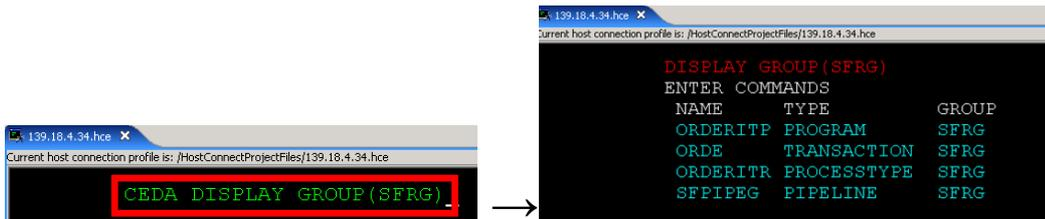

Abbildung 59
- Im CICS Hostverbindungsemulator angekommen lassen wir uns als erstes die Gruppe SFRG mit dem Befehl **CEDA DISPLAY GROUP(SFRG)** anzeigen (Abbildung 59). Wir sehen, dass durch die JCLs das Programm ORDERITP, die Transaction ORDE und der Prozesstype ORDERITR angelegt wurden. Die Pipeline SFPIPEG wurde bereits zuvor manuell angelegt und definiert folgendes: